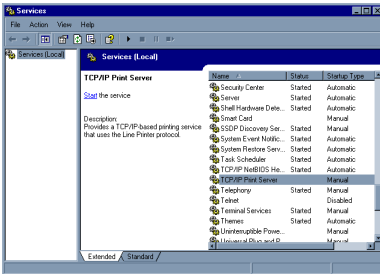

Рис. 6. Диалоговое окно служб печати
6. В меню кнопки «Пуск» выберите **Настройка > Панель управления > Администрирование > Службы** (см. рис. 6).